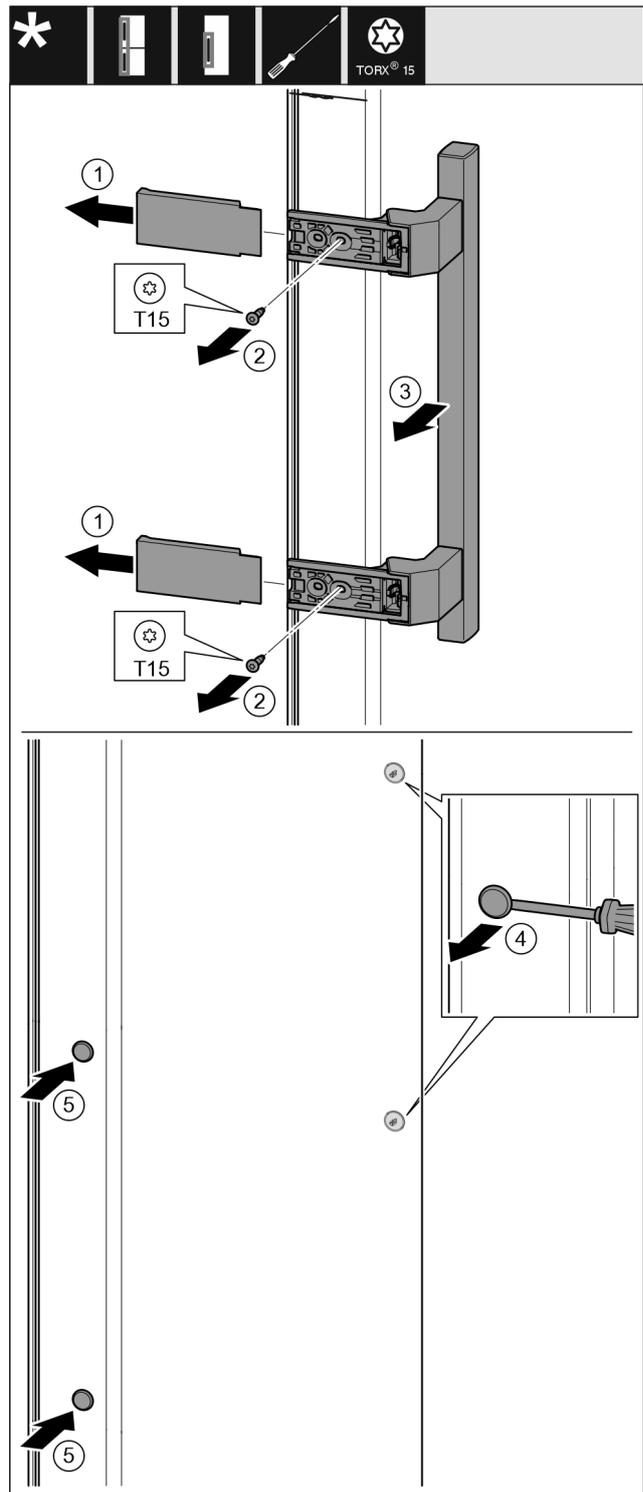

Fig. 18
- ▶ Abdeckung abziehen. Fig. 18 (1)
- ▶ Schrauben mit Schraubendreher Torx 15 herausdrehen. Fig. 18 (2)
- ▶ Griff abnehmen. Fig. 18 (3)
- ▶ Seitlichen Stopfen vorsichtig mit einem Schlitzschraubendreher anheben und herausziehen. Fig. 18 (4)
- ▶ Stopfen auf der anderen Seite wieder einsetzen. Fig. 18 (5)